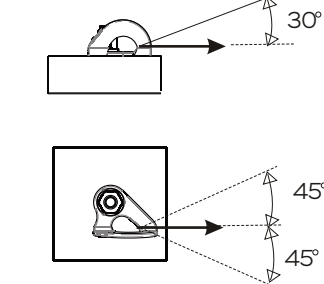

Рис. 5
- 5. Нагрузка во время падения не менее 12кН . Направления возможной нагрузки на устройства изображены на Рис. 5.